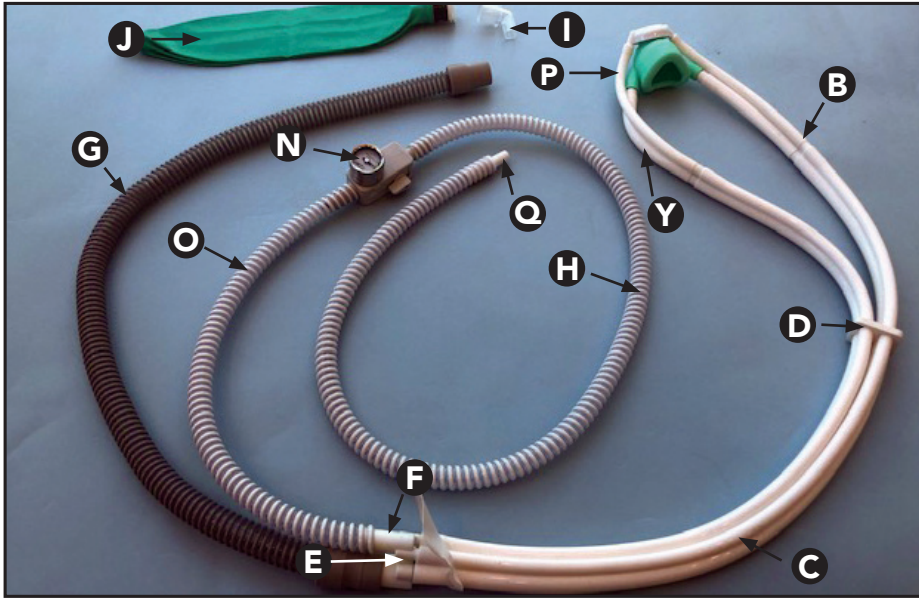

Figure 7
1. Assemble the circuits per Figure 7 and install the mask on the circuit per Figure 8.
1. Montieren Sie die Systeme gemäß Abbildung 7 und befestigen Sie die Maske gemäß Abbildung 8.